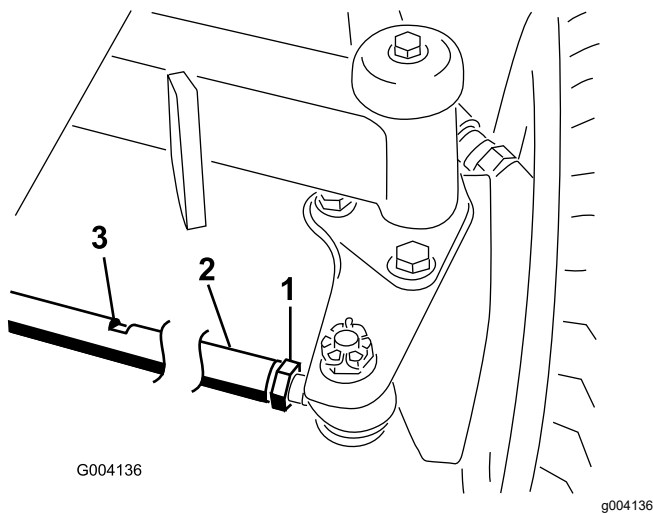

Figura 91
- Desaperte a porca de bloqueio em cada extremidade da barra de direção (**Figura 91**).